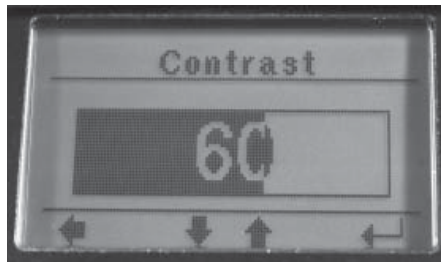

Figure 15. Écran de contraste
3. Utiliser les boutons Monte/Descend pour défiler sur « Contraste » (Figure 15)